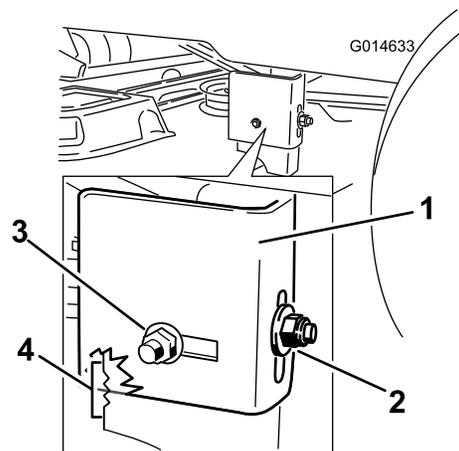

Figure 51
- Desserrez légèrement l'écrou de blocage arrière du support de manière à pouvoir déplacer ce dernier (Figure 51).
- Arrêtez le plateau de coupe et vérifiez sa hauteur, puis serrez l'écrou de blocage arrière sur le support pour fixer cette nouvelle position (Figure 51). Serrez l'écrou de blocage latéral sur le support.